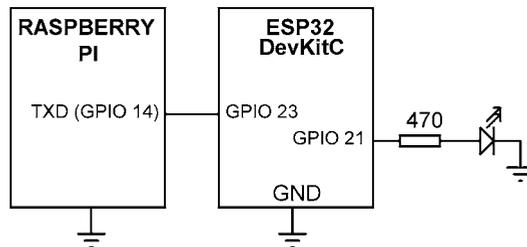

Figure 14.8 Schéma du projet
Schéma de circuit : La figure 14.8 montre le schéma du projet. La LED est- raccordé à GPIO 21 de la DevKitC ESP32. La sortie de port série TXD (GPIO 14, broche physique 8) du Raspberry Pi est connectée au GPIO 23 de l'ESP32 DevKitC. Le DevKitC ESP32 possède 3 broches UART comme suit :
- Construire le circuit comme indiqué sur la figure 14.8. Cliquer sur le bouton de **injecter** Le nœud ON , la DEL doit s'allumer. Cliquez sur le bouton **injecter** nœud OFF#, la LED doit être éteinte.